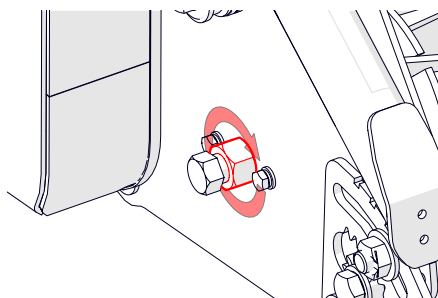

Abb. 8I – Kontermutter festziehen
9. Die Halteschraube [19-mm-Schlüssel] (Abb. 10H) und anschließend die Kontermutter [24-mm-Schlüssel] (Abb. 8I) anziehen.